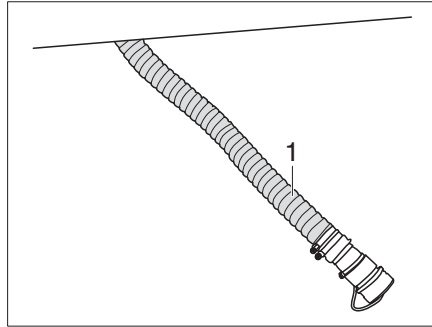

Fig. 357 Vaciar el cassette del aseo con vibrador
- Desenganchar el tubo flexible de vaciado (Fig. 357,1) situado debajo del vehículo e introducirlo en la estación de evacuación.
- Dejar el tubo flexible de vaciado (Fig. 357,1) en la estación de evacuación.
- Guardar el tubo flexible de vaciado (Fig. 357,1) debajo del vehículo.